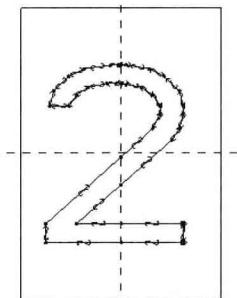
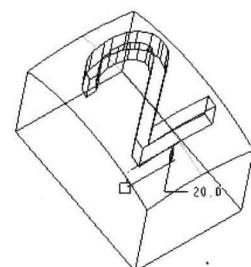
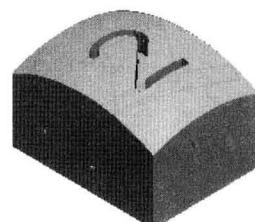

图 1.27
图 1.28
图 1.29
(1) 选择曲面。
(2) 选择“编辑” $\rightarrow$ “偏移”命令。
(3) 选择“展开”偏移曲面类型。
(4) 单击“选项”按钮，选择“草绘区域”选项。
(5) 单击“定义”按钮。
(6) 选择基准平面 DTM1 为草绘平面，单击鼠标中键进入草绘器。
(7) 绘制如图 1.27 所示的截面。
(8) 单击草绘工具栏中的 $\checkmark$ 按钮退出草绘器。
(9) 修改偏移值为 20，预览模型如图 1.28 所示。
(10) 单击草绘编辑框右侧的 $\times$ 按钮。
(11) 单击鼠标中键，模型如图 1.29 所示。